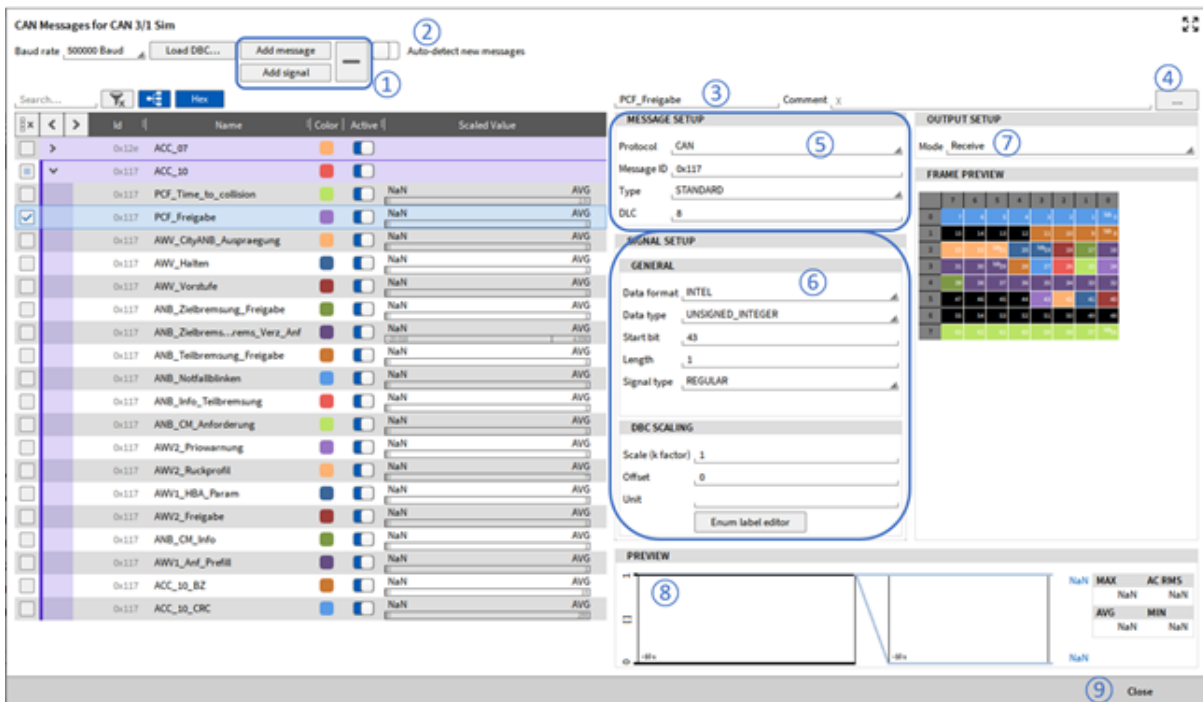

Abb. 7.196: CAN-Editor - Übersicht
- Manuelles Hinzufügen oder Löschen von CAN-Nachrichten und -Signalen (siehe ① in Abb. 7.196)
- CAN-Nachrichten scannen, welche dann automatisch hinzugefügt werden mit ID und DLC. Nach dem Scan kann der Name definiert und Signale hinzugefügt werden (siehe ② in Abb. 7.196).
- Umnennen der aktuell ausgewählte CAN-Nachricht oder -Signal (siehe ③ in Abb. 7.196)
- Hinzufügen von Kommentaren zu Nachrichten und Signalen (siehe ④ in Abb. 7.196)
- Bearbeiten von CAN-Nachrichten und Zugriff auf die gleichen Einstellungen zu wie in *CAN-Nachrichten Setup* (siehe ⑤ in Abb. 7.196)
- Bearbeiten von CAN-Signalen und Zugriff auf die gleichen Einstellungen wie die in *CAN-Nachrichten Setup* (siehe ⑥ in Abb. 7.196)
- Umstellen des CAN-Nachrichtenmodus auf Empfangen zum Erfassen von Daten oder Senden für die Ausgabe von OXYGEN-Daten über CAN (siehe ⑦ in Abb. 7.196)
- Bereitstellen einer Vorschau der letzten 10 Sekunden des Signals, um zu überprüfen, ob die richtigen Einstellungen auf das Signal angewendet wurden (siehe ⑧ in Abb. 7.196)
Wenn Sie fertig sind, können Sie den CAN-Editor wieder beenden, indem Sie die Schaltfläche Schließen drücken (siehe ⑨ in Abb. 7.196).